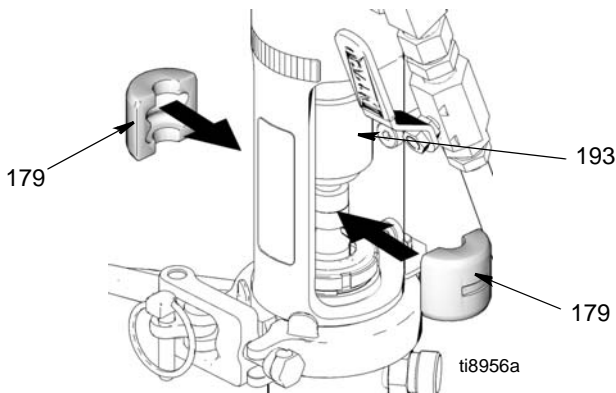

FIG. 24
5. (Abb. 24) Kupplungsabdeckung (193) nach oben schieben, um die Kolbenstange freizulegen. Stangenkupplungen (179) über der Stange anbringen.